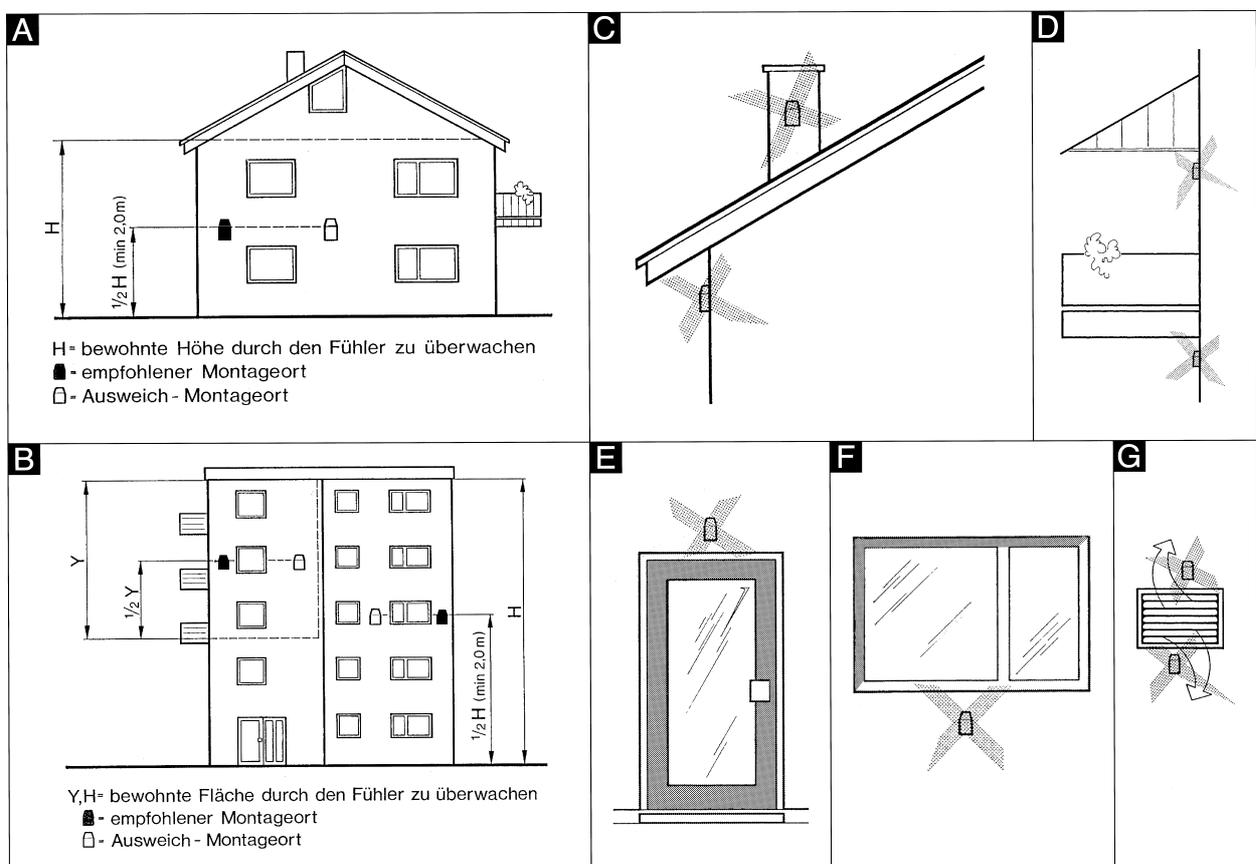

Bild 29
- optimale Montagehöhe : (vertikale) Mitte der von der Anlage beheizten Höhe (H 1/2 in Bild 29).